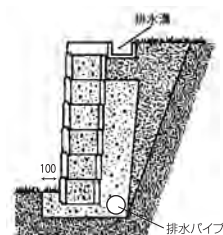

図4-9
- ・ 基礎前部からの排水がスムーズにできるように、100mmの前詰め砕石部を設けてABロックをセットしてください。(図4-9)